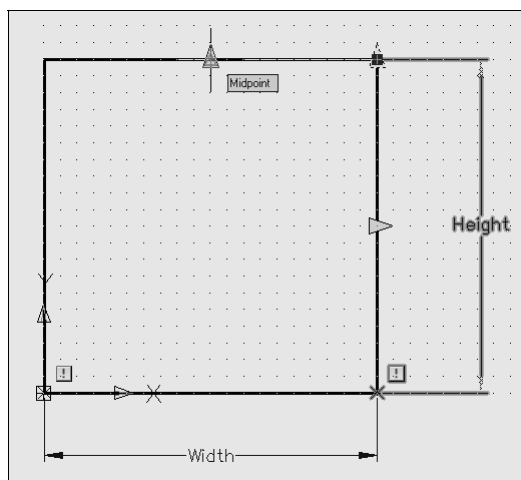

Рис. 17.12. Перетаскивание ручки на середину стороны прямоугольника
3. Для удобства работы с блоком перенесите активные треугольные ручки в середины сторон прямоугольника. Для этого выделите переносимую ручку, потом щелкните на ней и, удерживая левую кнопку мыши, перетащите ее в середину стороны прямоугольника (рис. 17.12).